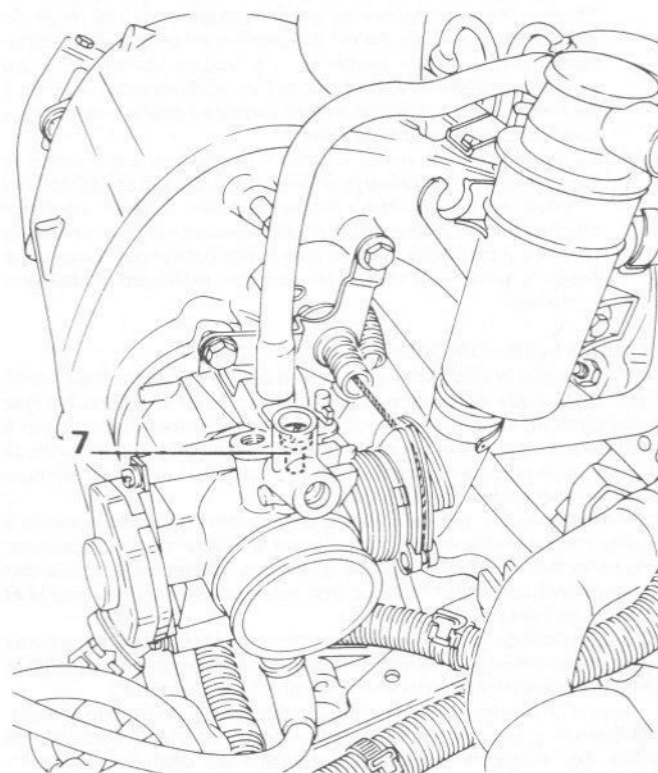

Fig. 13.48 Vis de réglage de ralenti (7) – système LU2-Jetronic (Sec 9C)
- 6 Agir sur la vis de réglage de ralenti (7) montrée en Fig. 13.48 afin d'obtenir le régime de ralenti prescrit (voir spécifications).